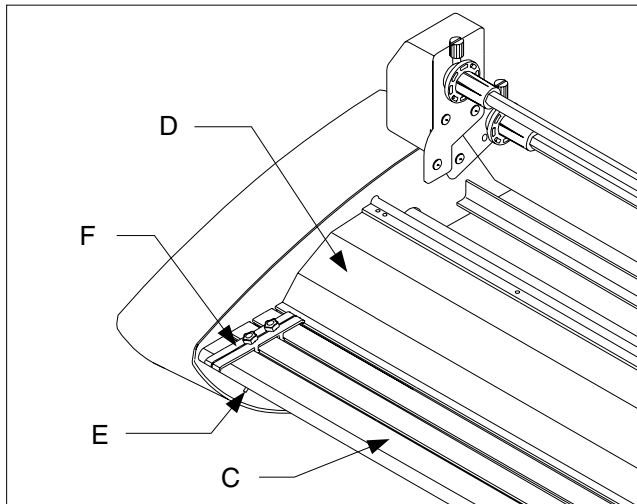

Fig. 3
C. FEED TABLE: The Feed Table, Figure 3, is used to position items for lamination. **The laminator will operate only when the Feed Table and Feed Table Latch are properly installed.**
E. TABLE INTERLOCK LATCH: Used to lock the Feed Table into position and activate an interlock switch. The interlock latch is located on the left underside of the Feed Table, (Figure 3). The table cannot be removed without retracting the latch to the right while lifting the table upwards and away from the laminator. **The laminator will not operate when the table is removed and/or the interlock latch is retracted.**
F. FEED GUIDE: The Feed Guide, Figure 3, permits alignment of the item(s) to be laminated. To position the adjustable guide, loosen the knob on the top of the guide, slide it to the desired position and tighten the knob to secure the Feed Guide in place. The Feed Guide is used to keep longer items straight. The Feed Guide may also be used to feed smaller items side by side by positioning the guide towards the center of the Feed Table and placing smaller items against each side of the Feed Guide as they are being introduced into the nip point of the heat rollers.
C. ANLEGETISCH: Auf dem Anlegetisch, Abb. 3, werden die zu laminierenden Artikel gelagert. **Das Laminiergerät funktioniert nur, wenn der Tisch und die entspreche Verriegelung ordnungsgemäß installiert sind.**
E. TISCHVERRIEGELUNG: Damit wird die Position des Anlegetisches gesichert und ein Verriegelungsschalter aktiviert. Der Riegel befindet sich links auf der Unterseite des Tisches (Abb. 3). Der Tisch kann nicht entfernt werden, ohne dass vorher der Riegel nach rechts geschoben und der Tisch gleichzeitig angehoben und vom Laminiergerät weggezogen wird. **Wenn der Tisch entfernt wird und/oder der Riegel sich in zurückgezogener Stellung befindet, ist das Laminiergerät nicht betriebsbereit.**
F. ZUFUHRHILFE: (Abb. 3) Damit werden der oder die zu laminierenden Artikel ausgerichtet. Die Zufuhrhilfe ist verstellbar: Den Knopf auf der Oberseite lösen, in die gewünschte Stellung schieben, den Knopf zur Sicherung wieder anziehen. Die Zufuhrhilfe dient dazu, längere Artikel gerade zu halten. Sie kann auch dazu verwendet werden, kleinere Artikel nebeneinander einzuführen. Dazu wird die Zufuhrhilfe in die Mitte des Anlegetisches gestellt und kleinere Artikel an beide Seiten der Zufuhrhilfe angelegt, von wo sie zum Berührungspunkt mit den Heißwalzen geführt werden.
C. INVOERTAFEL: De invoertafel (zie afb. 3) wordt gebruikt om documenten in de juiste positie te brengen voor laminatie. **De laminator werkt alleen als de invoertafel en de vergrendeling ervan correct zijn geïnstalleerd.**
E. TAFELVERGREDELING: Deze wordt gebruikt om de invoertafel in de juiste positie vast te zetten en een vergrendelingsschakelaar te activeren. De vergrendeling bevindt zich aan de linkeronderzijde van de invoertafel, zie afb. 3. De tafel kan alleen worden verplaatst door de vergrendeling naar rechts te trekken en gelijktijdig de tafel op te tillen, weg van de laminator. **De laminator werkt niet als de tafel wordt verwijderd en/of ontgrendeld.**
F. INVOERGELEIDER: Met behulp van de invoergeleider, zie afb. 3, kan het te lamineren document precies worden gecentreerd. Om de afstelbare geleider in de juiste positie te plaatsen, draait u de knop bovenop de geleider los, schuift u hem in de gewenste positie en draait u de knop weer aan zodat de invoergeleider zich op zijn plaats bevindt. De invoergeleider wordt gebruikt om langere documenten recht te houden. De invoergeleider kan ook worden gebruikt om kleinere documenten naast elkaar in te voeren; plaats daartoe de geleider in het midden van de invoertafel en plaats de kleinere documenten tegen de zijanten van de geleider bij het invoeren tussen de grijpzone van de warmterollers.
C. TABLE D'ALIMENTATION: la table d'alimentation (Figure 3) est utilisée pour positionner les documents à plastifier. **La plastifieuse ne peut fonctionner que si la table d'alimentation est correctement positionnée et verrouillée.**
E. VERROUILLAGE DE LA TABLE D'ALIMENTATION: permet de bloquer la table d'alimentation; le verrouillage est situé sous la table d'alimentation (Figure 3). Pour retirer la table, soulevez-la en tirant le loquet vers la droite. **La plastifieuse ne peut fonctionner que si la table d'alimentation est correctement positionnée et verrouillée.**
F. GUIDE DE POSITIONNEMENT: ce guide (Figure 3) permet d'aligner les documents à plastifier. Pour régler le guide, desserrez le bouton-vis du guide, faites glisser le guide jusqu'à la position désirée et resserrez le bouton-vis pour maintenir le guide en position. Ce guide est utilisé pour maintenir les documents bien alignés. Il peut être également utilisé pour positionner de petits documents côte à côte: placez alors le guide au centre de la table d'alimentation et alignez les documents de chaque côté du guide pour qu'ils soient entraînés par les rouleaux chauffants.